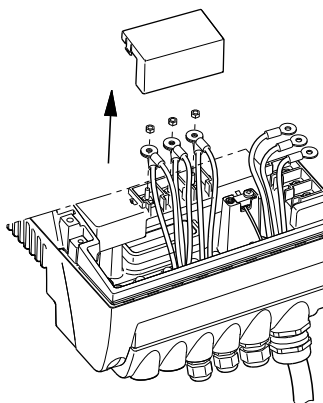

Рис. 74 Крышка клемм электродвигателя
3. Снимите крышку с клемм электродвигателя. См. рис. 74. Отверните гайки клемм электродвигателя.